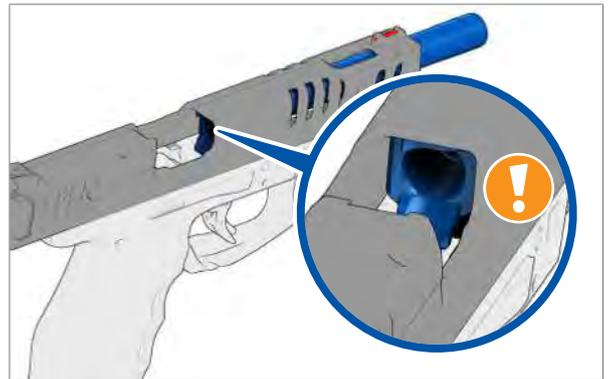

Abb. 15: In das Patronenlager schauen
3. In das Patronenlager schauen (Abb. 15). Es darf sich keine Patrone im Patronenlager befinden. Befindet sich eine Patrone im Patronenlager, liegt eine Störung vor. ► Störungen: Ursachen und Beseitigung.